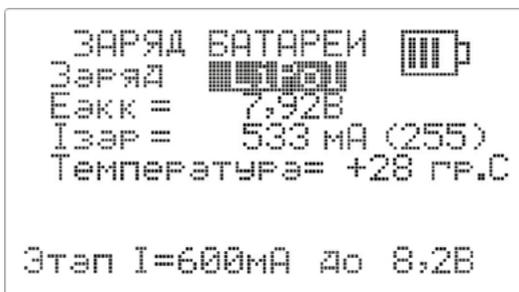

Рисунок 3 – Экран «Заряд батареи»
- 3) вращая левый энкодер, активировать режим «Заряд LiPol», как показано на рис. 3;